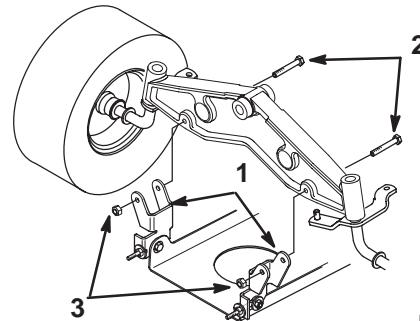

Figure 42
- 9.** Fixez les supports de pivots du plateau de coupe à l'essieu avant à l'aide des boulons et des contre-écrous (Fig. 42).